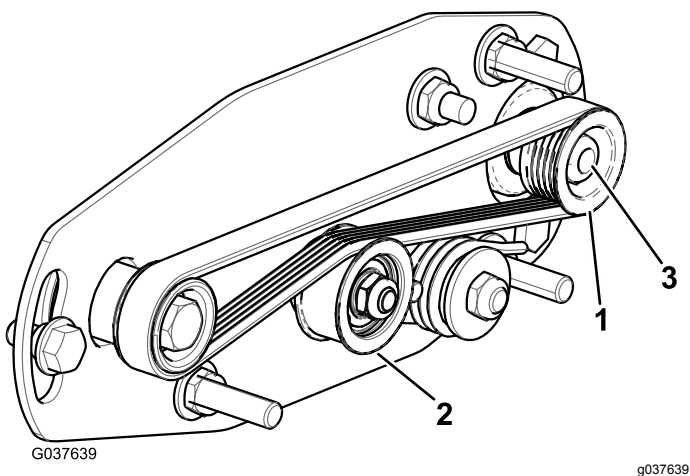
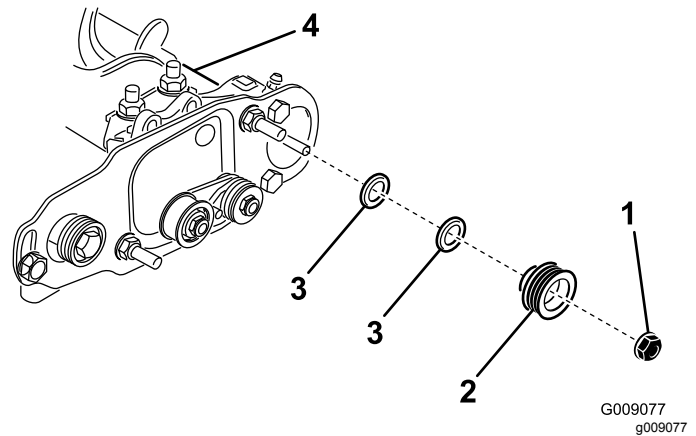

Рисунок 24
Рисунок 25
1. Ведомый шкив (на валу щетки катка) можно переместить внутрь или наружу (Рисунок 24).
2. Вращая барабан, который будет вращать ведущий шкив, снимите с помощью рычага ремень с ведущего шкива (Рисунок 24).
3. Отверните контргайку крепления ведомого шкива к валу щетки (Рисунок 24 или Рисунок 25).
4. Снимите ведомый шкив с вала (Рисунок 25).
5. Если необходимо сместить шкив наружу, добавьте одну шайбу толщиной 0,8 мм (Рисунок 25).
6. Установите шкив, как показано на Рисунок 25.